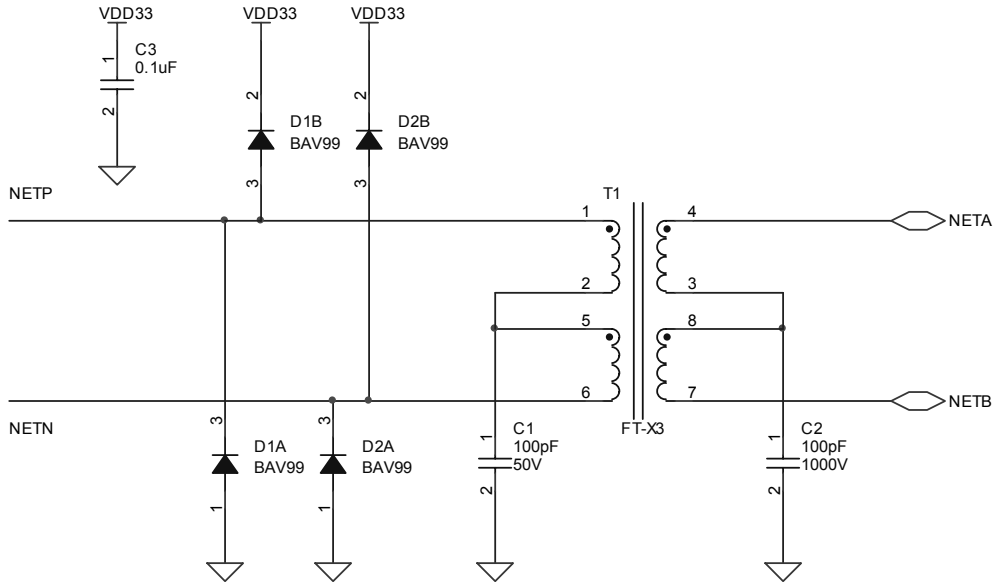

図 49 FT-X3 の電氣的接続
図 49 に、FT-X3 通信トランスの電氣的接続を示します。NETP と NETN の各信号は、FT 5000 スマートトランシーバの NETP (34) ピンと NETN (32) ピンに接続します。ポート NETB と NETA は LONWORKS ネットワークへの接続を表しています (131 ページの図 50 参照)。